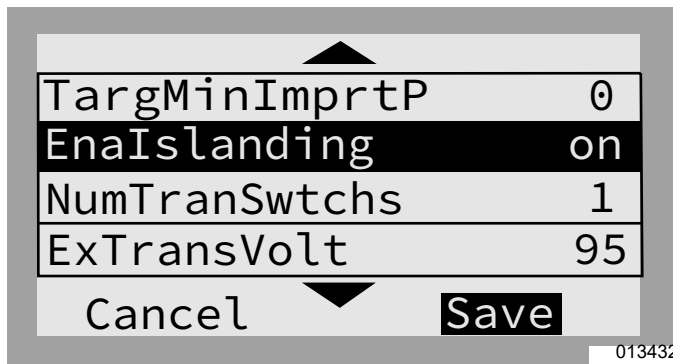
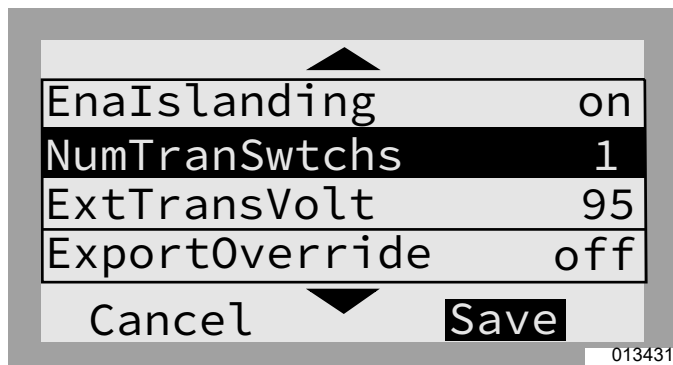
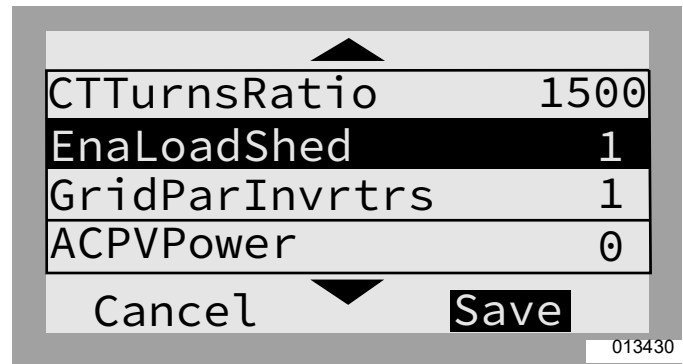
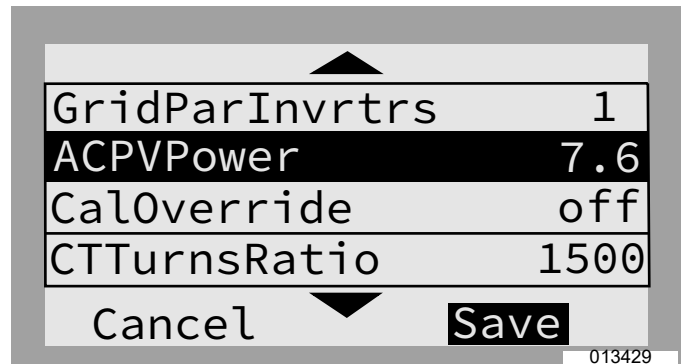

Figura 7-22. PV de CA + batería con un ATS PWRcell y administración de carga
Figura 7-23. PV con acoplamiento de CA + batería (1 de 3)
Figura 7-24. PV con acoplamiento de CA + batería (2 de 3)
Figura 7-25. PV con acoplamiento de CA + batería (3 de 3)
- Consulte la Figura 7-22, Figura 7-23, Figura 7-24 y Figura 7-25. “Mod. Settings” del inversor: